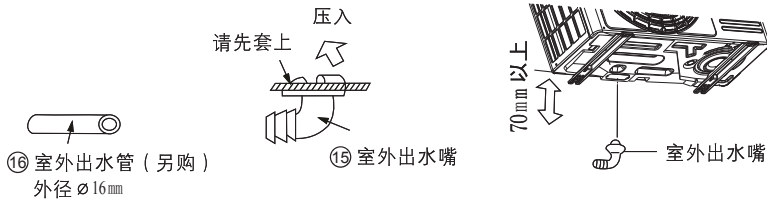

图 29
- 2 欲利用出水孔将冷凝水导出时, 请将机体在安装后沿换热器均匀地注入适量的水, 观察底盘上三个出水孔的出水量。然后依图29所示将附件⑮室外出水嘴安装在出水量最多的孔中, 再套上附件⑯室外出水管, 使之朝向最合适的位置。